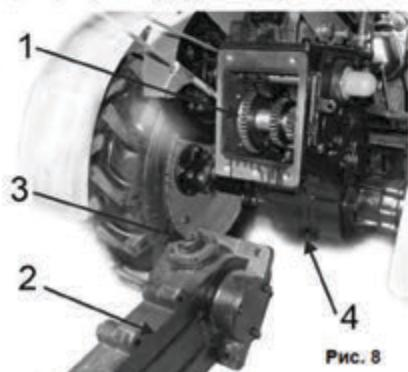

Рис. 8
- Обязательно залейте около 0,5 литра трансмиссионного масла (класс SAE 80W-90 вязкостью GL-5) непосредственно в цепной редуктор фрезы (2)(См. Рис.8).
- Совместите редуктор (2) с коробкой (1)(См. Рис.8). И зафиксируйте соединение 4 болтами.
- Установите рычаг включения вращения почвофрезы (3)(См. Рис.1) в сцепную нишу (3)(См. Рис.8).
- Для слива отработанного масла, предусмотрен сливной болт (4)(См. Рис.8). Открутите его и слейте старое масло, перед заливкой свежего.